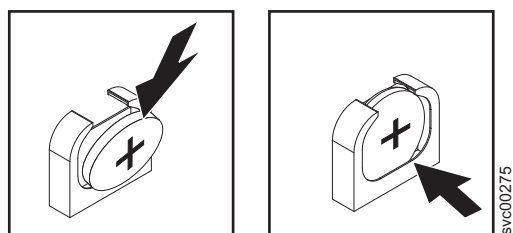

図 140. SAN ボリューム・コントローラー 2145-CG8 または 2145-CF8 CMOS バッテリー・ホルダー
- b. バッテリーを、所定の位置にカチッと音を立てて収まるまで、横方向に押しつけてソケットにはめ込みます。図 140 に示すように、バッテリー・クリップがバッテリーを確実に保持するようにします。